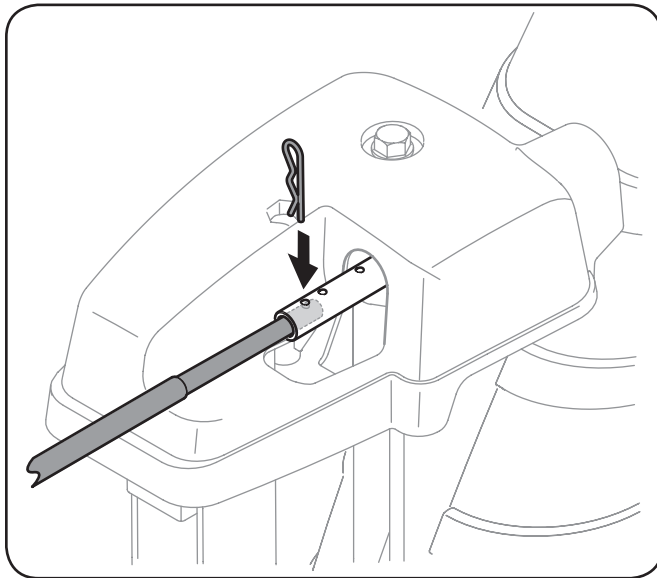

Figura 6-6
2. Tire de la varilla de control del canal hasta que el agujero en el que se alinee con el agujero más alejado del conjunto de la canaleta en el conjunto de la rotación de canal. Vea la Figura 6-6.
3. Vuelva a insertar el pasador de chaveta a través de este orificio y la varilla de control del canal. Vea la Figura 6-6.